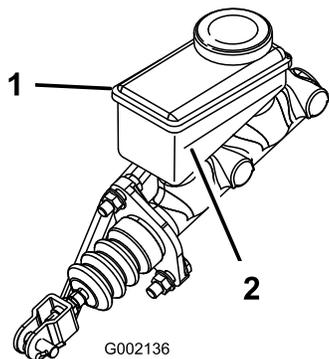

**Рисунок 53**
2. Поднимите капот, чтобы получить доступ к главному тормозному цилиндру и бачку (Рисунок 53).
- А. Очистите область вокруг крышки бачка и снимите крышку (Рисунок 53).
- С. Установите на место крышку бака (Рисунок 53).